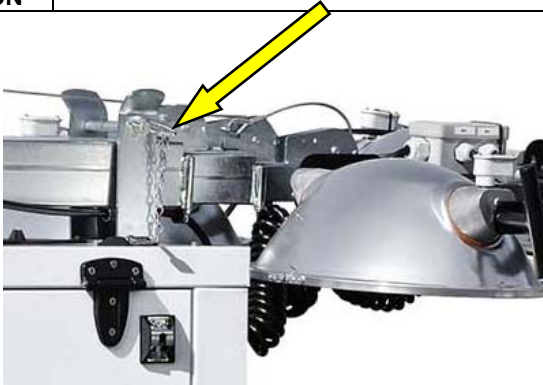
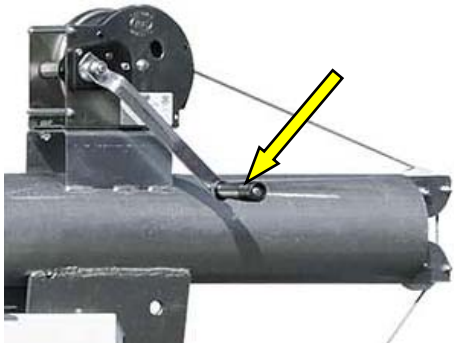

Figura 15 : Pasador de seguridad
Figura 16 : Colocación del mástil en posición vertical
3 Retire el pasador de seguridad del mástil (figura 15) y proceda a la primera fase de la elevación, de la posición horizontal a la vertical, manipulando la manivela del cabrestante con freno automático (figura 16).
- ⑤ Inserte el pasador de seguridad del mástil (Figura.15).
- ⑥ Levante los estabilizadores delantero y trasero utilizando la manivela y coloque los estabilizadores en posición de reposo.